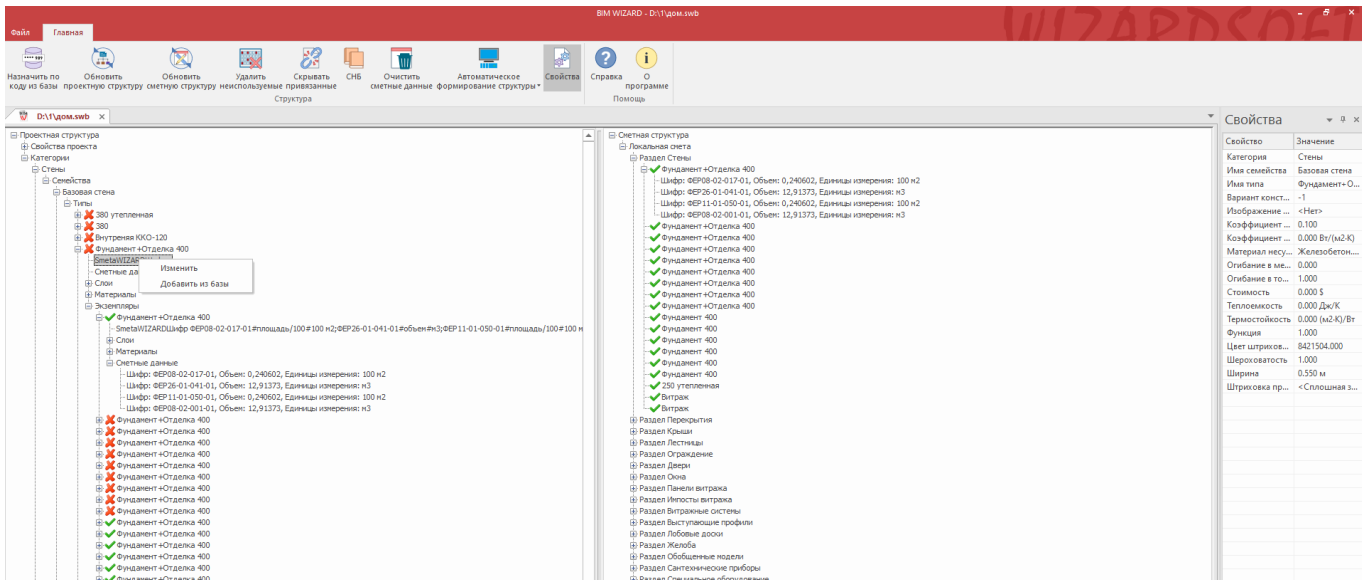

Рис. 5.2 Добавление свойства для типа
2. В левой части окна для элемента **SmetaWIZARDШифр**, относящегося к типу или экземпляру, выполнить команду контекстного меню **Добавить из базы** (или **Изменить**, при этом задание свойства производится вручную) (рис. 5.2). При назначении свойства типу, его значение дублируется для всех экземпляров.